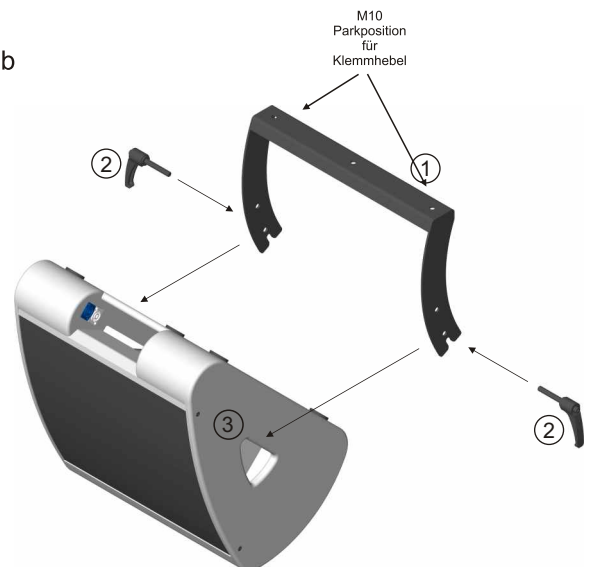

Bild Nr.2 - M3 geflogen
**Bild Nr.2:** Der M3 Aufnahmebügel (Pos.1) wird mit Hilfe der beiden M10 x 60 mm Klemmhebel (Pos.2) seitlich an den dafür vorgesehenen M10 Aufnahmepunkten (Pos.3) innerhalb der Griffschalen befestigt.